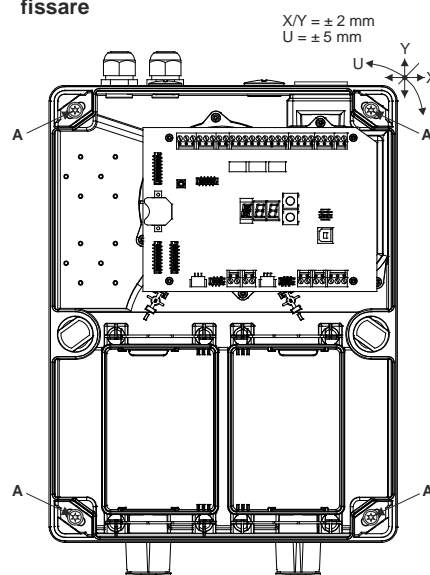

Fig. 1 Apertura e chiusura della cassetta rivelatore
- Per azionare le **chiusure girevoli a scatto**, queste vanno **premesse con forza** verso il fondo dell'alloggiamento, usando il cacciavite, e poi **ruotate** di 90°. La posizione dell'asola della chiusura ne indica lo stato (vedi anche **Fig. 1**):